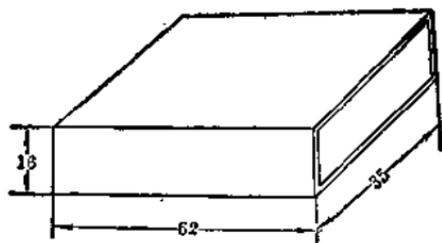

图 3
3. 线包骨架 采用 0.5mm 厚的红纸板制成,骨架外形尺寸见图 3。